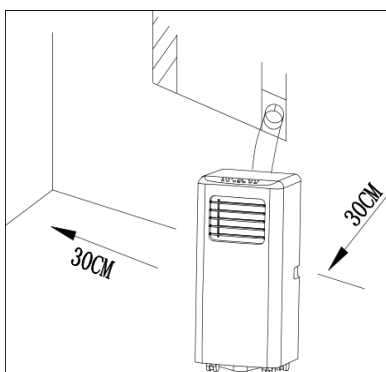

Abb.1
- Bitte stellen Sie das Gerät auf eine flache Ebene in der Nähe einer geeigneten Steckdose, jedoch mind. 30cm zu anderen Objekten auf (siehe Abb.1).